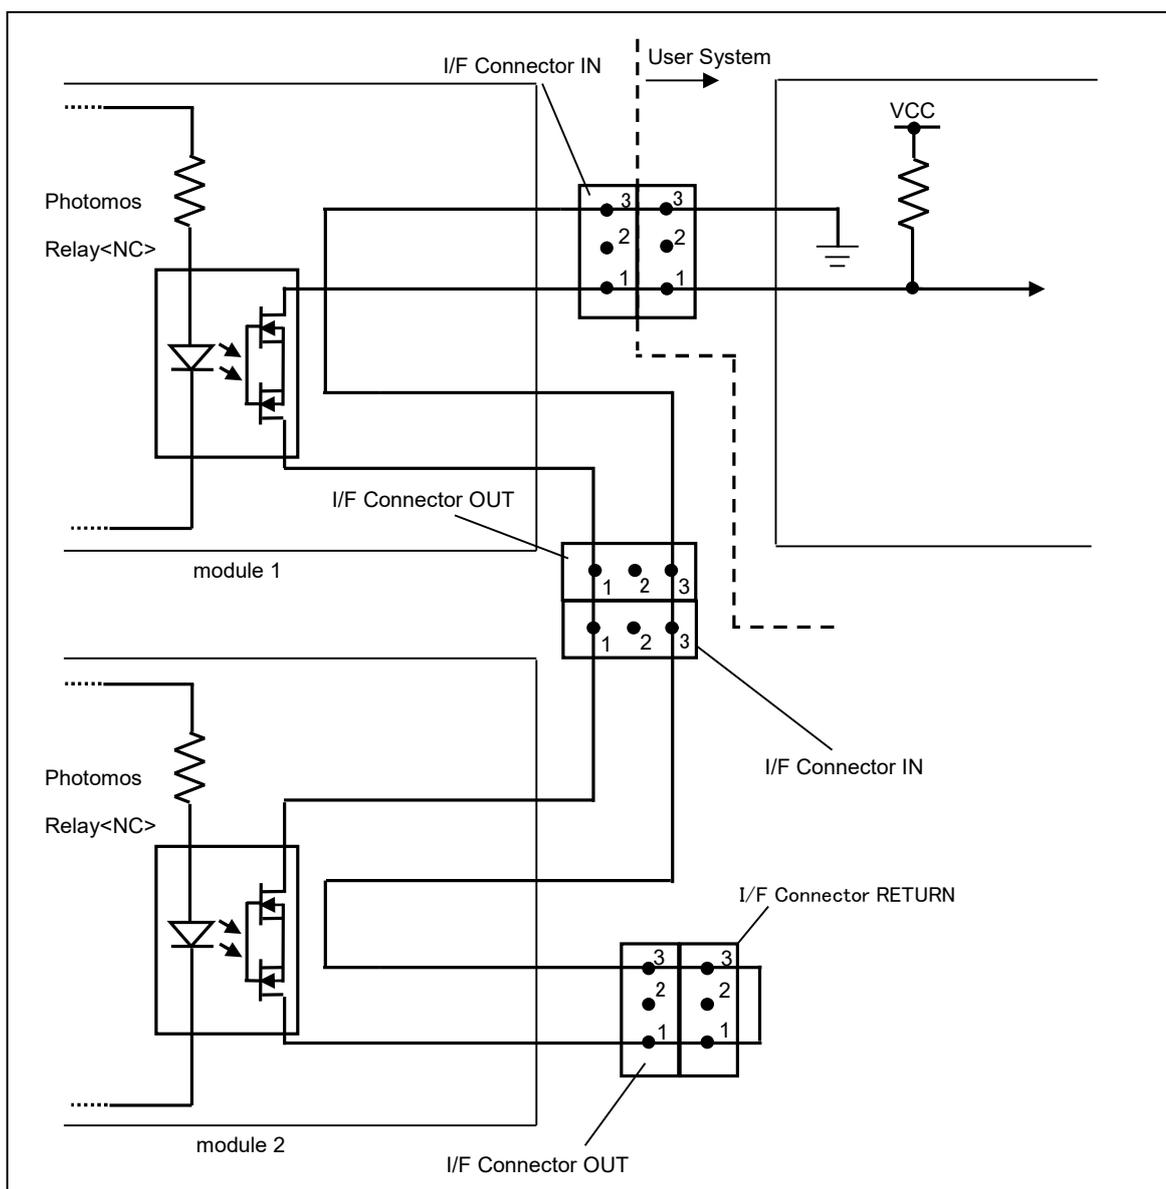

Figure 3-4. Schematic diagram of the how to detect the over voltage
("Figure 3-4."を参照)
*2 Please remove "I/f connector RETURN" when modules are connected to each other. But please don't remove the connector of folded part of signal line. (Refer to "Figure 3-4.")
複数のモジュールを連結する場合は、"Figure 3-4."のようにモジュール 1 とモジュール 2 の過電圧検知用コネクタを接続し、過電圧検知を行います。モジュールが 3 連結以上になった場合も、同様の方法により過電圧検知が可能です。
Please connect connectors for over voltage detection of one module and the other module as "Figure 3-4." when you connect 2 modules. Overvoltage detection circuit works in the same way when 3 or more modules are connected.